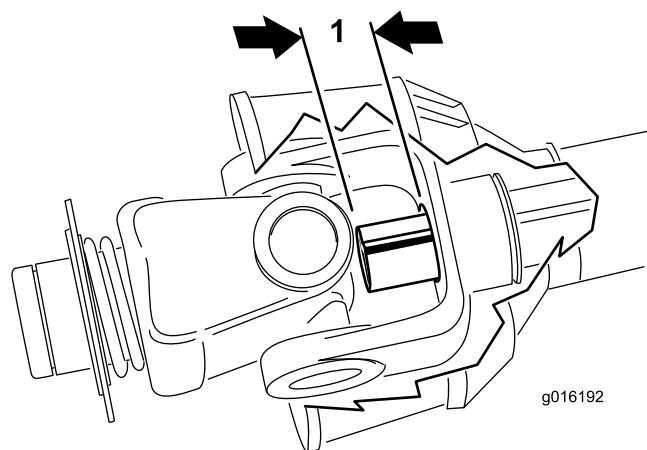

Figure 16
9. Faites coulisser complètement les tubes d'arbre de PDF l'un dans l'autre. Vérifiez que le tube **intérieur** ne dépasse pas dans la partie joint universel du tube extérieur (Figure 16). Si cela se produit, **coupez un peu plus** du tube intérieur pour y remédier. Passez à l'étape suivante.
10. Mesurez la longueur du dépassement du tube intérieur dans la partie joint universel du tube extérieur (Figure 16). Ajoutez cette mesure à la dimension obtenue à l'étape 8.